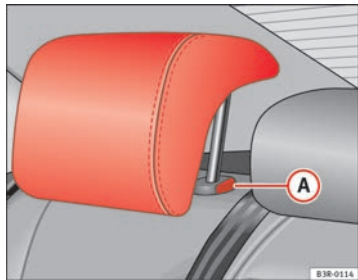

Fig. 113 Sedili posteriori esterni: Poggiatesta
- Premere il pulsante **(A)** ⇒ fig. 113 e abbassare il poggiatesta.
- Premere il tasto **(A)** ⇒ fig. 113 ed estrarre contemporaneamente il poggiatesta.